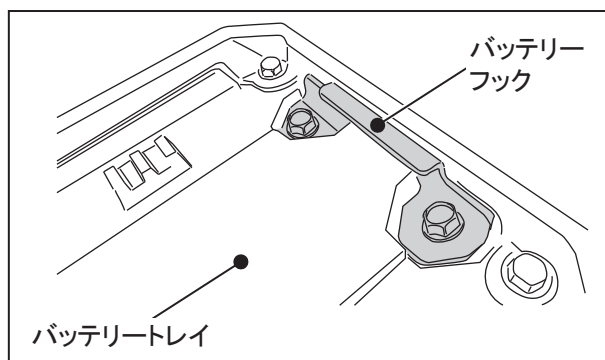

図 7
2. バッテリートレイにバッテリーを搭載します。必ずバッテリーのツメをバッテリーフックの奥までに引っ掛けてください。(図7)